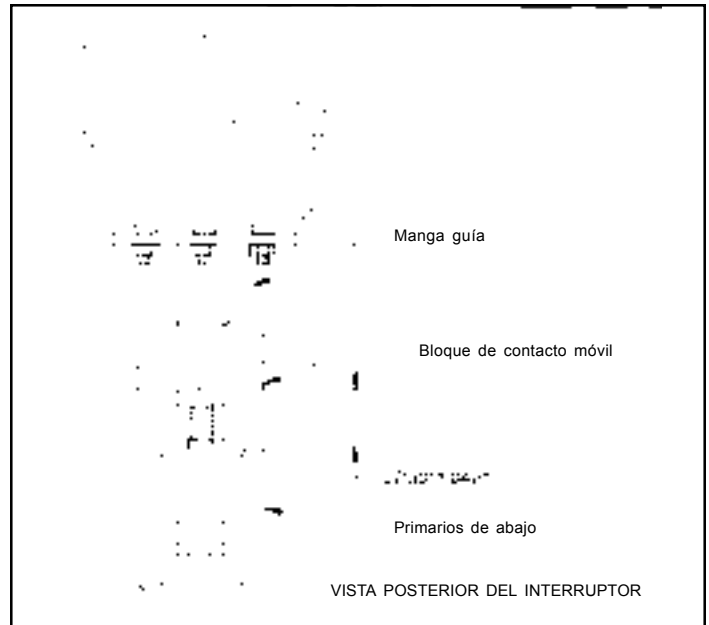

Figura 1. Medidas del Bloque de Contacto Móvil
En cada inspección los interruptores al vacío deben ser revisados para detectar erosión en los contactos. El interruptor debe estar cerrado para esta inspección. Cada interruptor nuevo es ajustado con un espacio de alrededor 0.500 de pulgada entre el yugo del resorte de carga del contacto y la tuerca de la varilla de empuje. Debido al ajuste que se le da en fábrica del espacio del sobreviaje varía muy poco en cada interruptor, por tal razón se provee una etiqueta en la parte baja de cada interruptor. El ajuste original en fábrica del espacio de sobreviaje y la medida del final de vida de este espacio están escritos en dicha etiqueta. Cuando la medida del sobreviaje llega al valor de final de vida que se escribió en la etiqueta el interruptor debe ser reemplazado. Ver la Figura 1.
tope de las barras más bajas de desconexión primarias. Veá Figura 1.
- r. Ajuste la altura del interruptor dentro del interruptor de circuitos, girando el interruptor. Tenga cuidado y gire el interruptor por su cuerpo cerámico. No intente girarlo por la parte mas baja que corresponde al bloque de contacto del vástago de movimiento ya que esto puede resultar en daños a los fuelles de los interruptores y por consecuencia perdida de vacío. Gire el interruptor hasta que la superficie inferior del contacto más bajo se encuentre a 1.125" por arriba de la orilla superior de los primarios más bajos. Vea la Figura 1. Seguidamente, gire el interruptor hacia abajo tanto como sea necesario, para posicionar las orillas largas del bloque, paralelas y en línea con los primarios más bajos. Revise la dimensión entre la superficie más baja del bloque de contacto y la superficie superior de los primarios más bajos. Esta dimensión debe de ser de 1.125" ± 0.042".